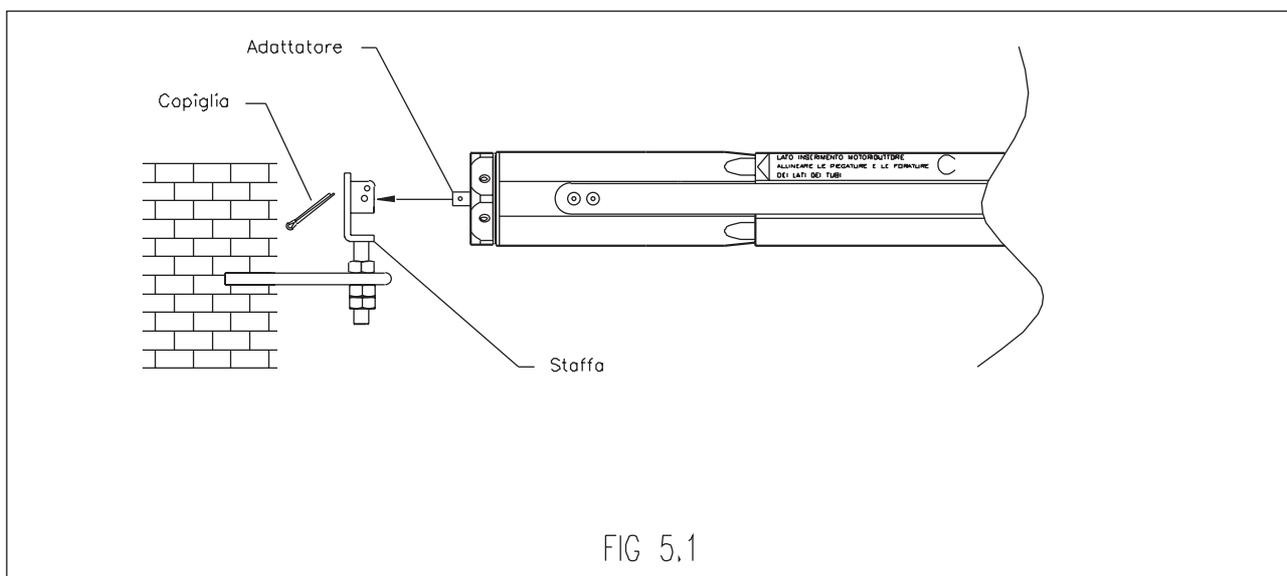

FIG 5.1
- Inserire l'adattatore art. 3030 (3) posto sulla testa del motore nell'apposita staffa art. 3020 (4) fissata sulla zanca e bloccarla con la coppiglia in dotazione, vedi fig. 5.1.